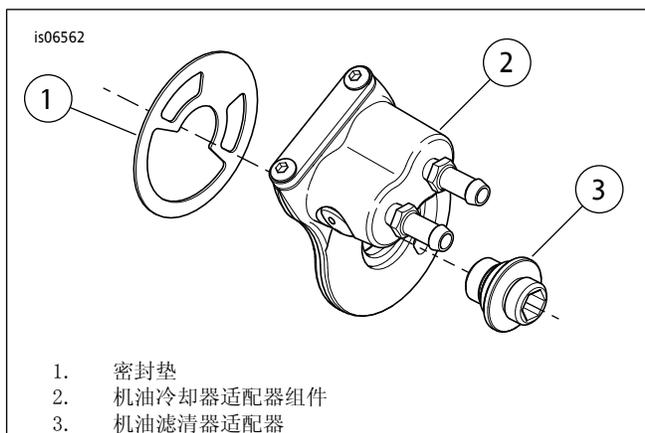

图3。安装机油冷却器适配器组件
3. 参见图3。安装机油冷却器适配器(2)与密封垫(1)和机油滤清器适配器(3)。将机油滤清器适配器拧紧至 16.3-21.7 N·m (12-16 ft-lbs)。